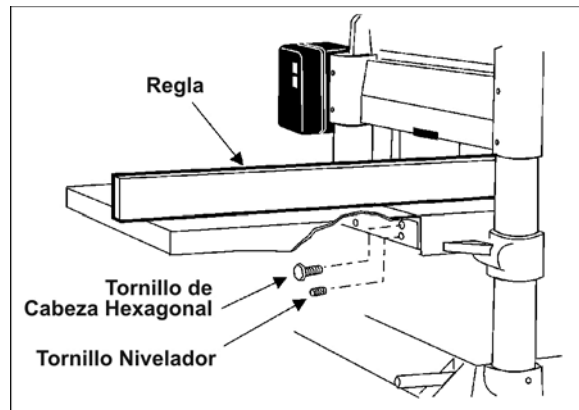

Figura 9
1. Monte una mesa de hierro fundido en el borde de la mesa principal con los tres tornillos de cabeza hexagonal (Figura 9) usando una llave de 12 mm. Por ahora, no apriete los tornillos por completo.